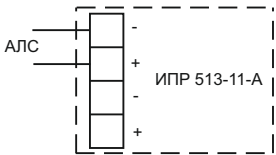

Рисунок 4 – Схема подключения извещателя
- 6.11 Подсоединить провода АЛС к клеммным соединителям (положительный провод АЛС – к клеммным соединителям с маркировкой «+», отрицательный – к клеммным соединителям с маркировкой «-»). Маркировка клеммных соединителей нанесена на плате (рисунок 4).